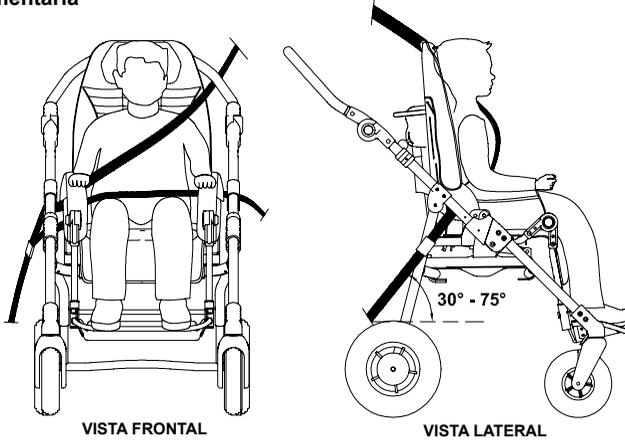

fig. 5
- para que funcionen eficazmente, **los cinturones de sujeción deben adherirse bien al cuerpo del niño:** prestar atención para que los componentes o las piezas de la silla de paseo, como las ruedas o los laterales no los alejen (ver fig.5 y 6 pág.17)
- **el cinturón torácico debe colocarse sobre los hombros,** (ver fig.5 pág.17)
**¡ATENCIÓN!** El cinturón pélvico debe colocarse bajo, de tal modo que el ángulo del mismo se encuentre en la zona preferida de 30 a 75 grados (ver fig. 5). De todos modos, es preferible un ángulo mayor en el interior de la zona indicada